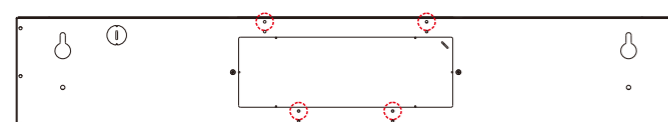

Fig.3
- Si la distancia entre el gabinete y el extractor trasero es de 9,5 mm, utilice 4 orificios para tornillos (Fig. 3).
NOTA: Utilice el orificio superior (imagen 3) o el soporte posterior (imagen 2) de la campana extractora, según el tipo de instalación. Si necesita usar el soporte posterior, siga los pasos 1 a 4.